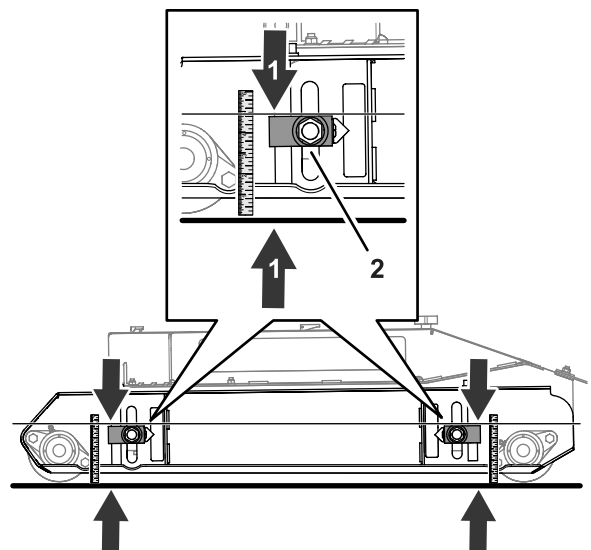

Figure 79
1. Desserrez l'écrou qui fixe le bloc de réglage de hauteur de coupe (Figure 79).
2. Montez ou descendez le dispositif de réglage de hauteur de coupe jusqu'à ce que le haut du bloc de réglage soit à 124 mm (4 $\frac{7}{8}$ po) du sol (Figure 79).